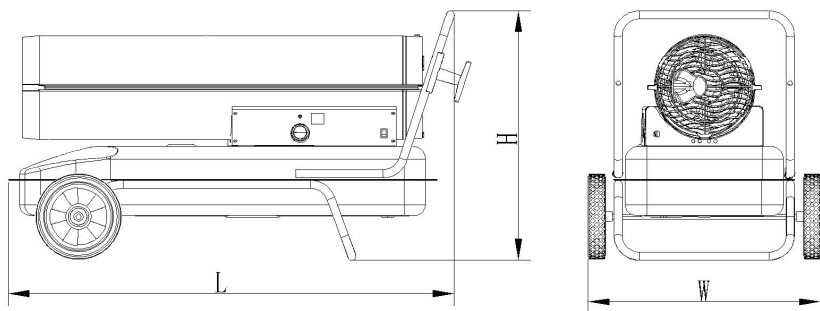

Fig.2
2. Far scorrere le ruote su ciascun asse, assicurandosi che lo stelo della valvola (se pneumatica) sia rivolto verso l'esterno (vedere Fig. 2).
3. Far scorrere le rondelle piatte (L) sull'asse oltre il piccolo foro. Inserire la coppiglia nel foro dell'asse e piegare le gambe della coppiglia con una pinza a becchi lunghi per fissarla.